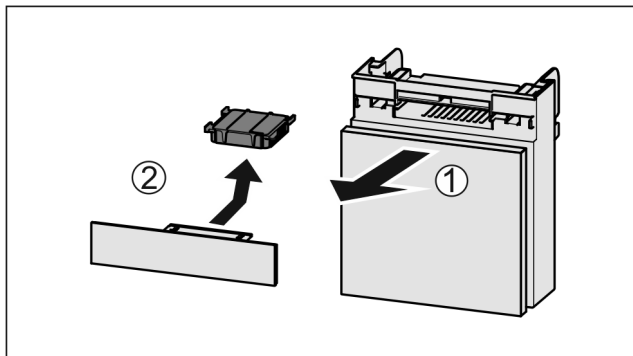

Fig. 161
- ▶ Вытянуть Fig. 161 (1) отделение движением вперед.
- ▶ Извлечение Fig. 161 (2) фильтра с активированным углем.